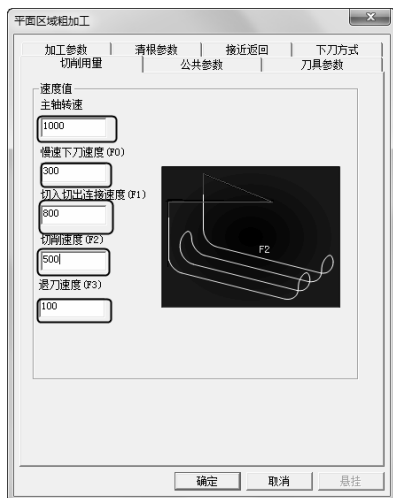

图 2-43 “切削用量”选项卡
5) 单击“切削用量”选项卡，设置“主轴转速”、“慢速下刀速度”、“切入切出连接速度”、“切削速度”、“退刀速度”，具体参数数值如图 2-43 所示。